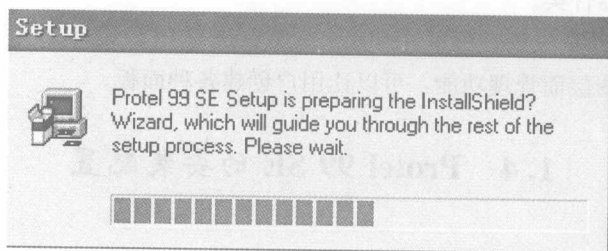

图 1-2 安装向导指示
(2) 在文件夹中找到 Protel 99 SE 安装文件“Setup.exe”，双击“Setup.exe”图标即开始运行安装程序，出现如图 1-2 所示界面，提示用户按照安装向导的提示进行操作。